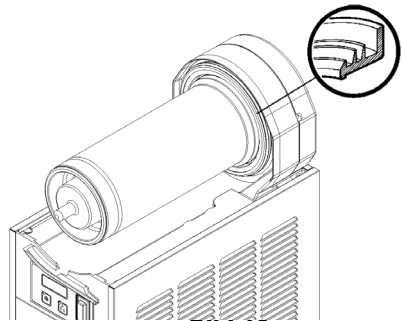

**Bild 9**
**2** Den Hahnkolben und die magnetische Außenspirale einfetten (an den in Bild 9 gezeigten Stellen A, B und C) schmieren. Dazu ausschließlich das vom Hersteller gelieferte Fett oder anderes **Fett für Speisezwecke**